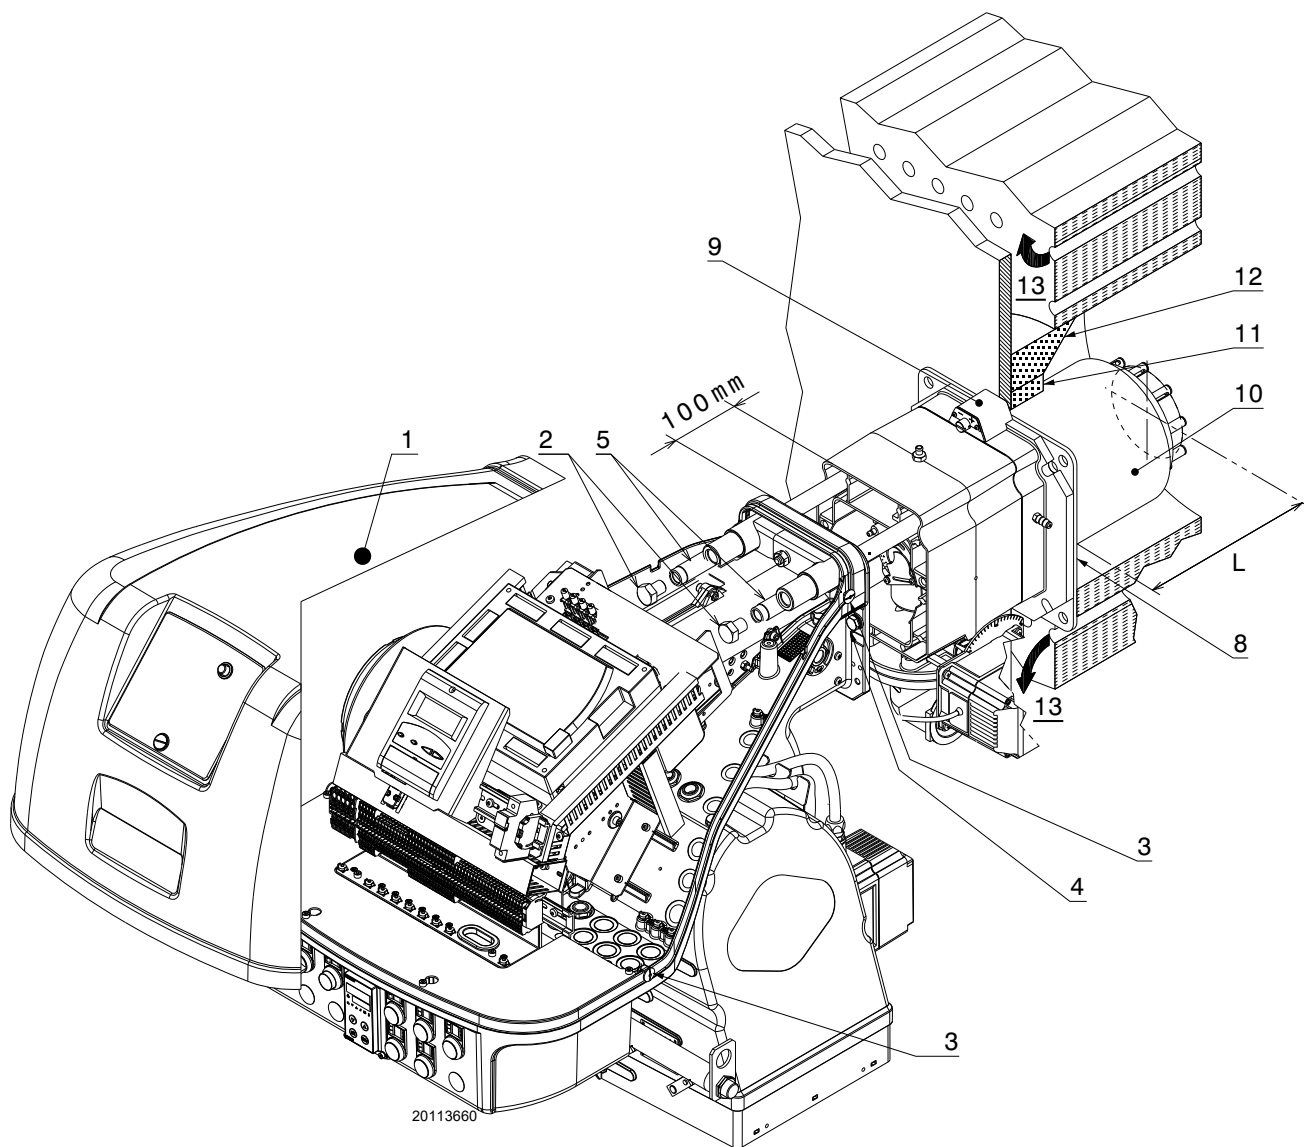

Abb. 17
Für Heizkessel mit vorderem Abgaszugsystem 13)(Abb. 17) oder mit Flammenumkehrkammer muss eine Schutzschicht aus feuerfestem Material 11) zwischen feuerfestem Material des Kessels 12) und Flammrohr 10) vorgesehen werden.
Um den Flammkopf gemäß Abb. 17 vom Rest des Brenners zu trennen, wie folgt vorgehen:
- den Brenner wieder auf den Führungen 3) in einem Abstand von ca. 100 mm zur Muffe 4) montieren. Der Brenner befindet sich in der in Abb. 17 dargestellten Position;